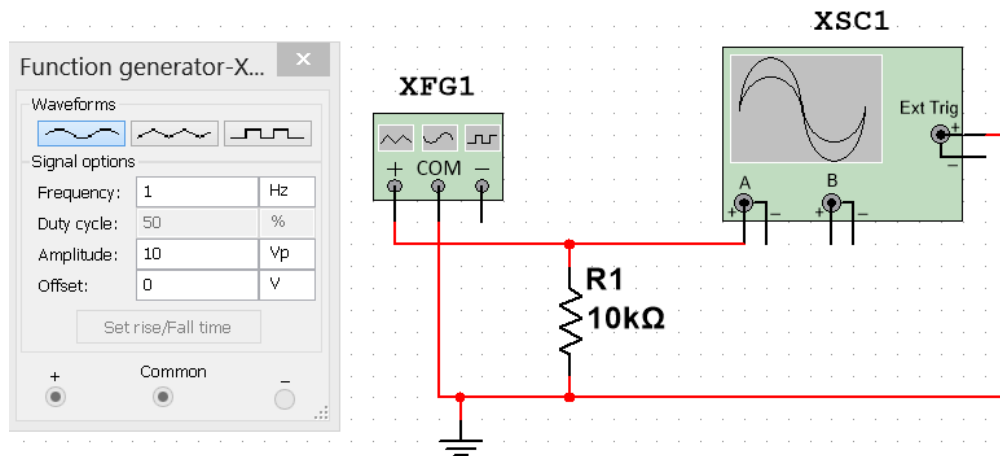
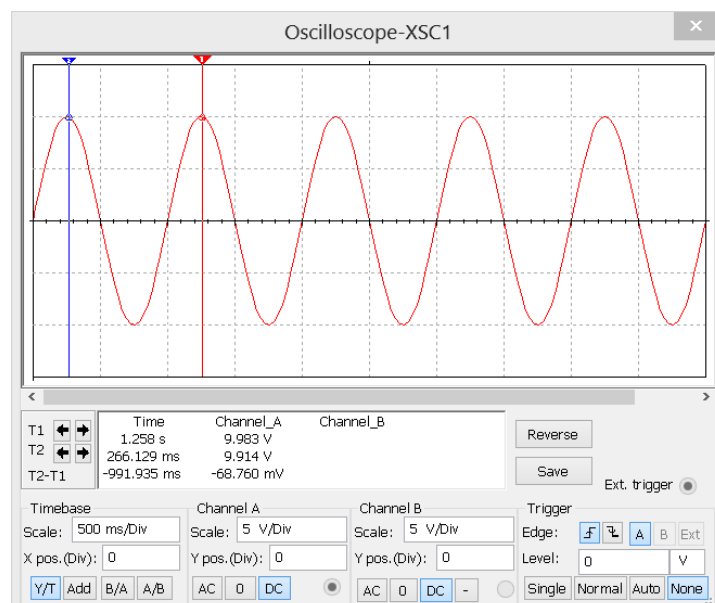

Рисунок 1.3
Рисунок 1.4
Зібрати схему (рис. 1.3) та дослідити форму сигналу на резисторі за допомогою осцилографа (рис. 1.4). Навчитися задавати та вимірювати статичні та динамічні параметри різних форм сигналів (амплітуду та її миттєві значення, частоту та період, довжину імпульсу та скважність, час наростання сигналу).
3. Чи змінюється амплітуда напруги на резисторі RI при зміні частоти або форми вхідного сигналу (рис. 1.3)?